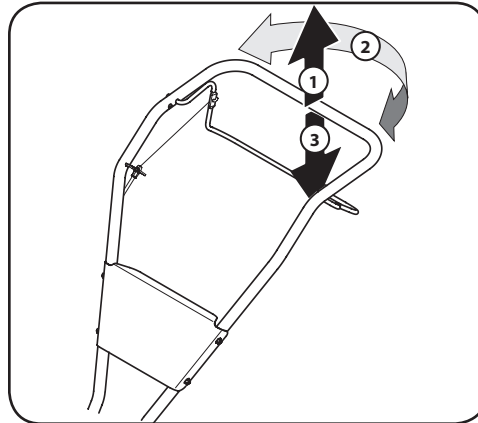

Figura 3-5
- Para comenzar a voltear, levante los manillares hasta que los dientes se separen del suelo y el motor y los dientes estén balanceados por encima de las ruedas. Vea la Figura 3-5.
- Con la cultivadora equilibrada, empuje hacia el costado sobre el manillar en la dirección en que se está volteando. Vea la Figura 3-5.
- Después de dar la vuelta, introduzca lentamente los dientes en el suelo para reiniciar la labranza. Vea la Figura 3-5.